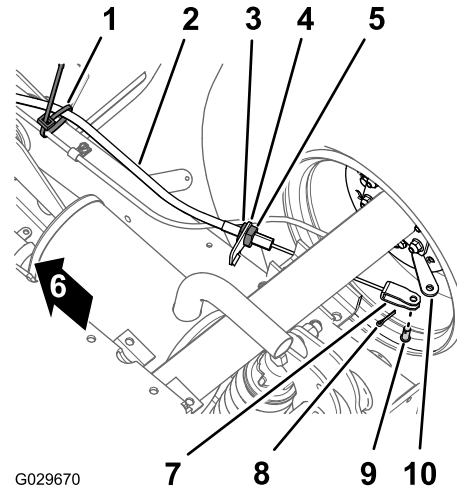

Figure 43
1. Au bas de la machine, retirez le serre-câble qui maintient le câble de frein de stationnement sur la conduite de frein de service (Figure 43).
2. Tracez une bande de rotation sur l'écrou de blocage avant du câble de frein de stationnement (Figure 43).
3. Desserrez l'écrou de blocage arrière et détachez le câble de son support (Figure 43).
4. Déposez la goupille fendue et l'axe de chape qui fixent la chape du câble de frein de stationnement au levier actionneur et séparez le câble du levier (Figure 43).
1. Acheminez le réglage fileté du câble de frein de stationnement jusqu'au support du câble et la chape jusqu'au levier actionneur de frein (Figure 43).
3. Alignez le réglage fileté du câble de frein de stationnement par rapport au support du câble, et serrez l'écrou de blocage arrière (Figure 43).